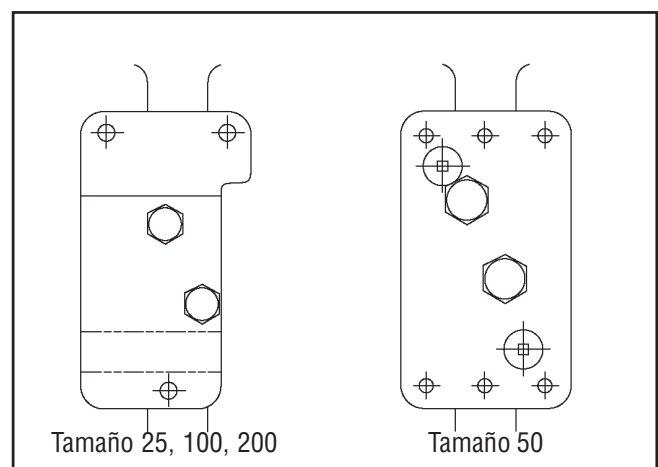

Figura 2. Soporte de montaje del posicionador
2. Montar el soporte del posicionador en la pata de la brida que lleva la placa del indicador de carrera (véase la figura 2).
soportes, tal y como se muestra en la figura 2.